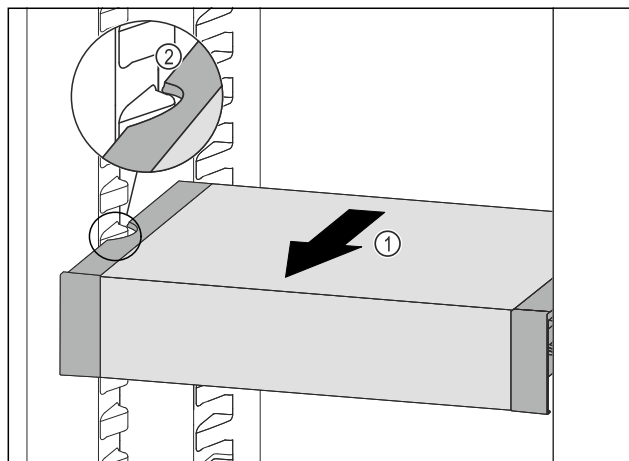

Fig. 136
- 向前拉动 VarioSafe Fig. 136 (1)，直至 VarioSafe 的侧部凹槽与冷藏区中的容器肋梁持平。Fig. 136 (2)